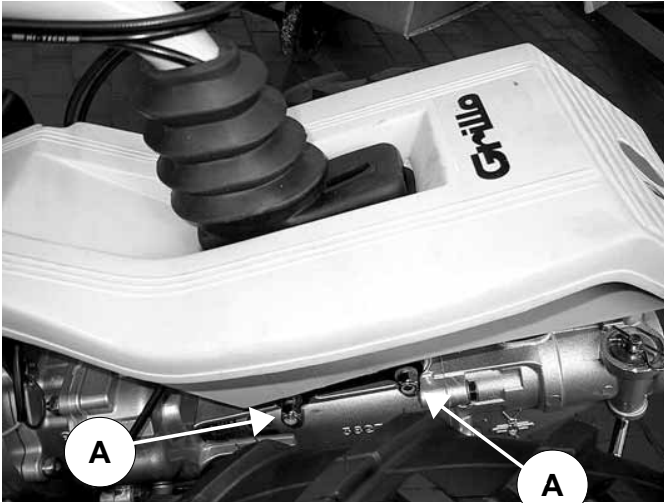
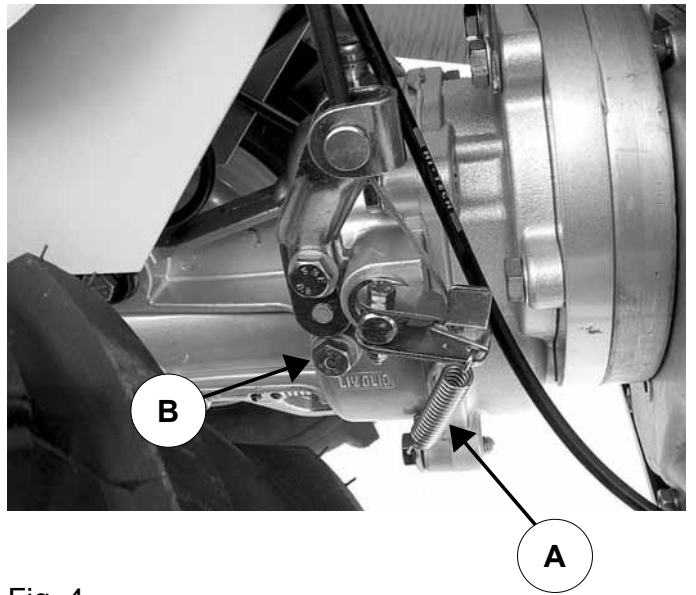

Fig. 1
Fig. 4
- 2) Levantar el carenado de las ruedas (fig. 1)
- 3) Quitar los dos tornillos (fig. 1, pos. A).
- 4) Girar el manillar 180°, volver a colocar los dos tornillos de fijación y ajustar las tuercas (fig. 1, pos. A). Prestar atención a bajar la columna de dirección del manillar hasta que toque el cárter de la caja de cambios para evitar que los cables del acelerador, del embrague de la tracción y del embrague del accesorio estén en tensión. Prestar atención a no doblar los cables de mando.
- 5) Posicionar la palanca de regulación del manubrio prestando atención al fin de carrera (fig. 1, pos. B).
- 8) Montar la fresa en el acoplamiento rápido y trabarla con el perno correspondiente (fig. 1, pos. D).
- que los accesorios se encuentren bien fijados a la máquina (fig. 1, pos. D).
Con el motor en régimen bajo, conectar la herramienta tirando la palanca no. 3 (fig. 2) y acelerar oportunamente. La máquina se pondrá en movimiento tirando de la palanca no. 7 (fig. 2) y después tirando de la palanca no. 1 (fig. 2). Dejando la palanca no. 1 (fig. 2) la máquina se para. Tirando de la palanca no. 2 (fig. 1) y la palanca no. 1 (fig. 2) la máquina se detiene. Dejando la palanca no. 3 (fig. 2) la herramienta se detiene. Tirando la palanca no. 2 (fig. 2) la máquina retrocede (mantener el motor a bajas revoluciones). También debe presionar la palanca no. 1 (fig. 2).
Controlar el nivel de aceite cada 50 horas de trabajo (fig. 4, pos. B). En caso necesario, añadir aceite 220 (ISO-L-CKD, DIN 51502 PGLP; API GL5), cantidad 750 g. (fig. 1, pos. C). Cambiar el aceite cada 200 horas. Para eliminar el aceite viejo utilizar el tapón (fig. 9, no. 1).